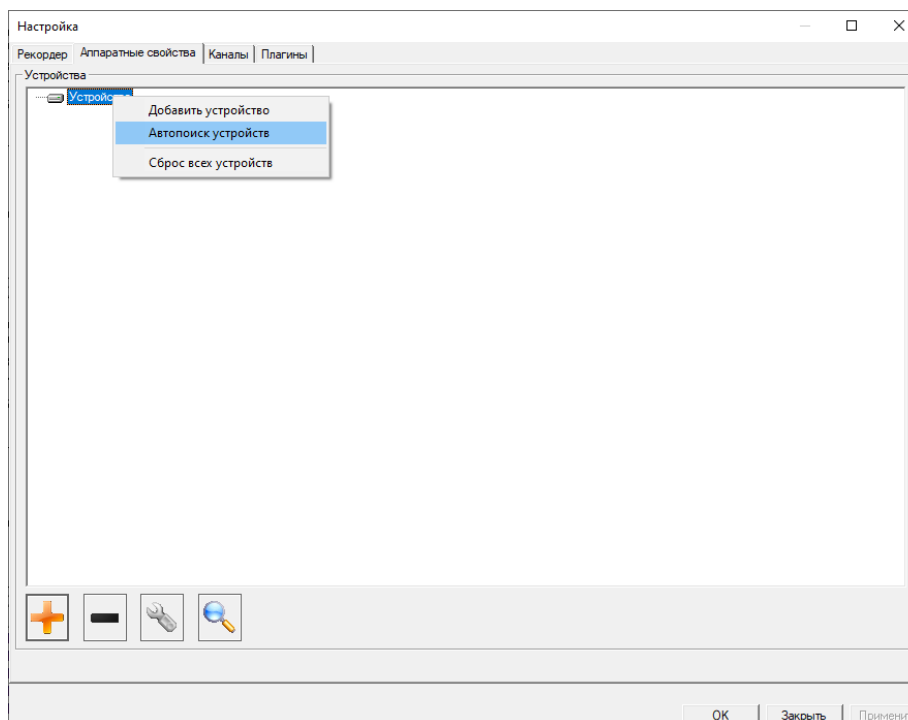

Рисунок 10 - Закладка «Аппаратные свойства»
2) При использовании крейт-контроллера MR-045 можно использовать автоматическое определение конфигурации системы. Для этого, кликнув по строке **Устройства** правой кнопкой мыши, выбрать **Автопоиск устройств**, или нажать кнопку  Поиск устройств (см. рисунок 10).
В результате выполнения на экран будет выведено окно **Настройка**, показанное на рисунке 9, в котором следует открыть закладку **Аппаратные свойства** и  - **Автопоиск устройств**, либо, кликнув по строке **Устройство**, выбрать строку **Автопоиск устройств** (см. рисунок 10).
3) При использовании крейт-контроллера MR-032, а также если автопоиском требуемые для работы устройства не определяются, следует в окне **Настройка** в закладке **Аппаратные свойства** нажать кнопку  - **Добавить устройство**, либо, кликнув по строке **Устройства** (см. Рисунок 10), выбрать строку **Добавить устройство**.